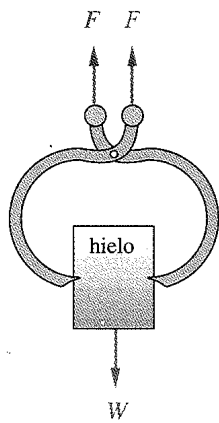

FIGURA P2-6 Problema 2-25
- 2-25 Determine la movilidad de las tenazas para hielo mostradas en la figura P2-6.